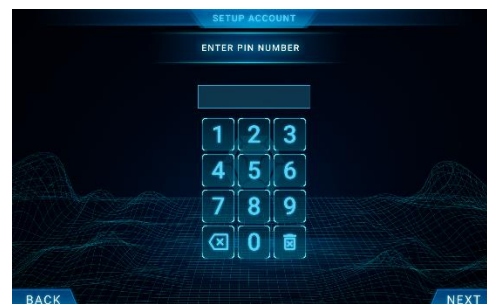

Fig. 9
9. Saisissez votre numéro de code, mémorisez le numéro d'épingle (Fig. 9).